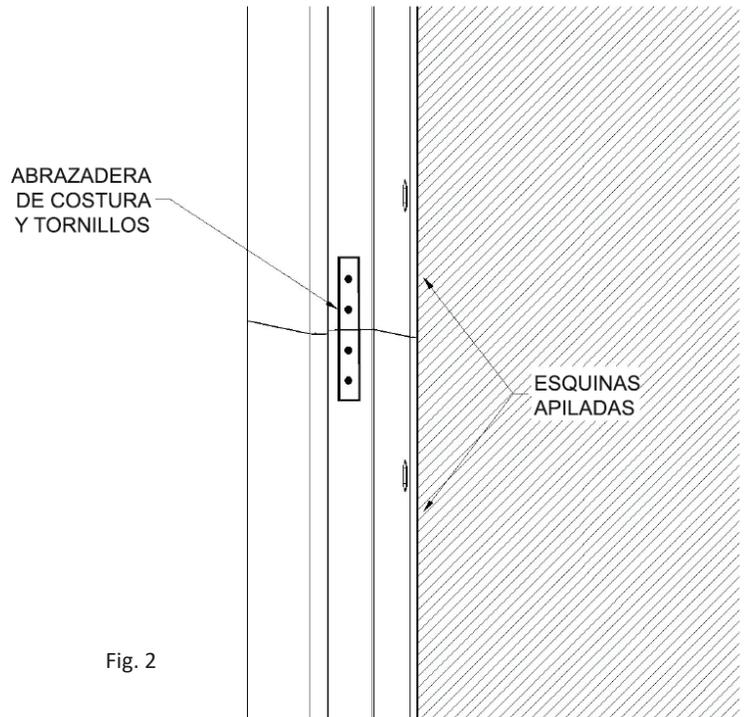

Fig. 2
5. En los casos en que la pared supere los 10' o 20' (3,05 a 6,10 m) y se deba instalar una segunda sección de esquina exterior, apile y empalme la segunda pieza con la primera (Fig. 2).